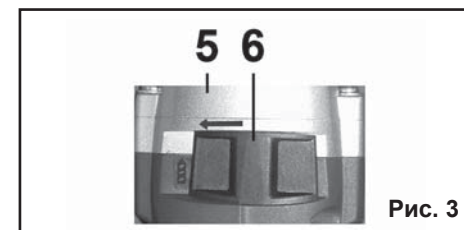

Рис. 3
(6) в направлении пиктограммы «сверло») (Рис.3).
9.3.3. Установите переключатель режимов работы (6) в положение «сверление без удара» (переместите переключатель (6) в направлении пиктограммы «сверло») (Рис.3).